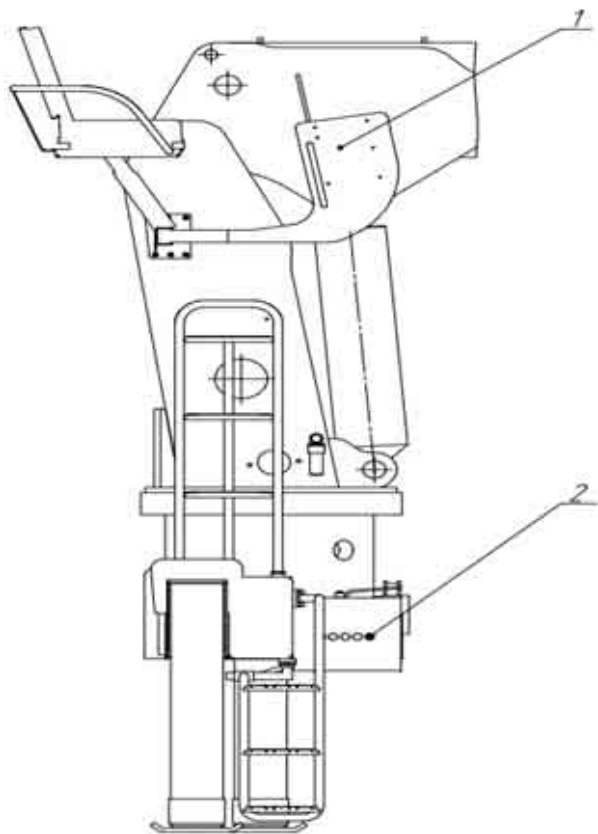
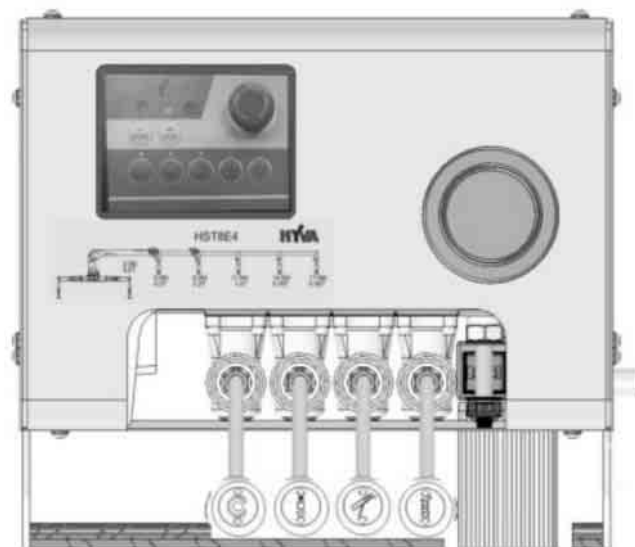

Рисунок 1.10 – Органы управления гидросистемой КМУ
Рисунок 1.11 – Панель управления основным операциями
1.4.2 Панель управления основными операциями (рисунок 1.11) находится в верхней части колонны (рисунок 1.10, поз.1).
Органы управления выносными опорами (рисунок 1.12а, 1.12б) расположены между кабиной водителя и бортовой платформой с левой и правой стороны неповоротной платформы КМУ (рисунок 1.10, поз.2).